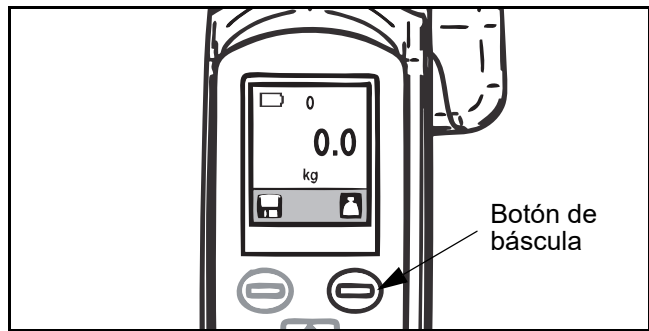

Fig. 66
- 1) Pulse el botón de la báscula para visualizar en la pantalla una lectura nula (véase la Fig. 66).